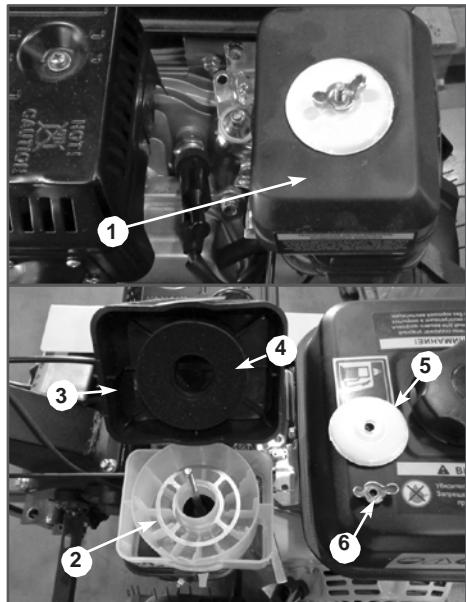

Рис. 22 Устройство воздушного фильтра
- мите шайбу 5 и крышку воздушного фильтра 3 (Рис. 22).
2. Снимите опору воздушного фильтра 2 и слейте из нее отработанное масло (Рис. 22). Произведите очистку опоры воздушного фильтра.
3. Извлеките из крышки воздушного фильтра поролоновый фильтрующий элемент 4 и проверьте его целостность и чистоту (Рис. 22). При обнаружении повреждений поролоновый фильтрующий элемент необходимо заменить.